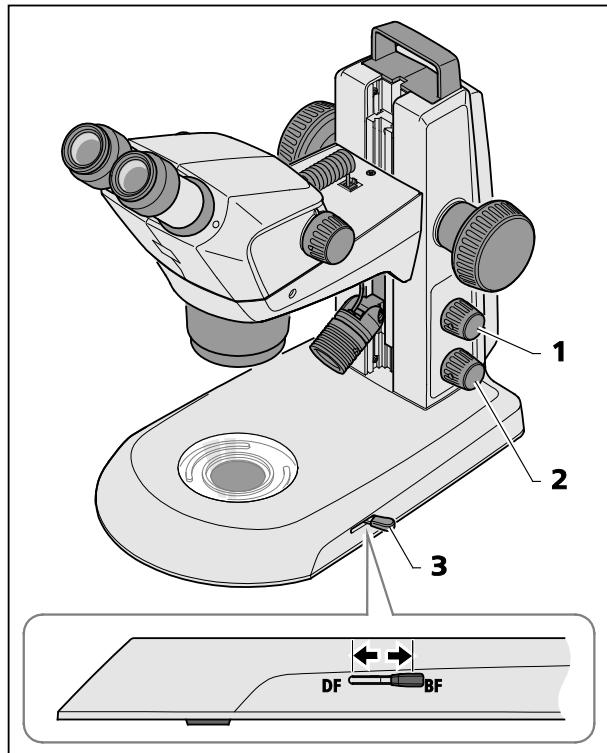

Fig. 25 Módulo de luz transmitida en el estativo K EDU
- Al pulsar el botón giratorio inferior (Fig. 25/2), conectar la luz transmitida.
- Al desplazar la palanca (Fig. 25/3), cambiar entre la iluminación de campo claro y la iluminación de campo oscuro.
- Posición delantera: campo oscuro (DF)
- Posición trasera: campo claro (BF)
Al pulsar el botón superior (Fig. 25/1), puede añadirse la luz reflejada (ver capítulo 4.2 en la página 24).